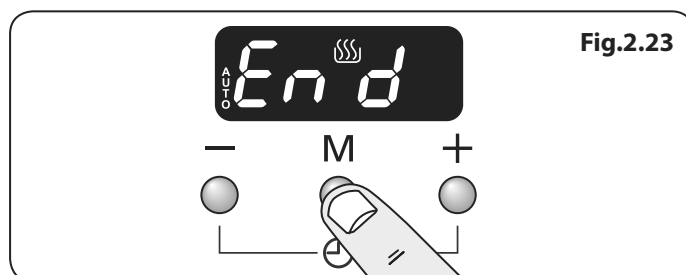

Fig.2.23
1. Appuyer sur le bouton mode [M] 3 fois, jusqu'à ce que l'écran clignote (Fin) (Fig.2.23).